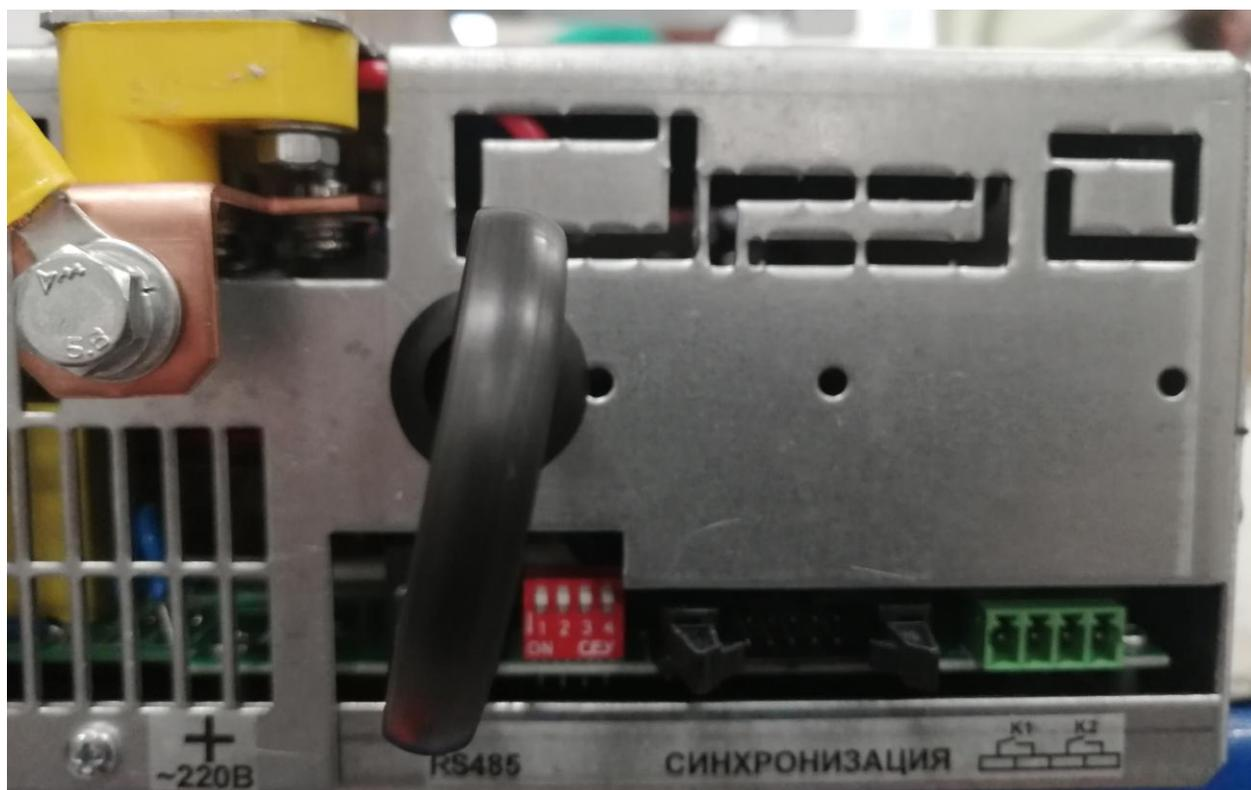

Рисунок 2.2 – Модульный каркас Штиль PS2020KM
2.2.4.4 При параллельном соединении модульных каркасов необходимо установить четвертую секцию (рис. 2.2) дип-переключателя настройки параллельной работы модульных каркасов в зависимости от количества корзин, как показано в табл. 2.2.
Для мониторинга нескольких независимых групп инверторов (максимум – по 8 модульных каркасов, т.е. 24 инвертора в группе) необходимо установить уникальный адрес группы для каждого модульного каркаса от 1 до 8. Адреса задаются с помощью секций 1-3 дип-переключателя настройки параллельной работы модульных каркасов (см. рисунок 2.2) в соответствии с таблицей 2.3.